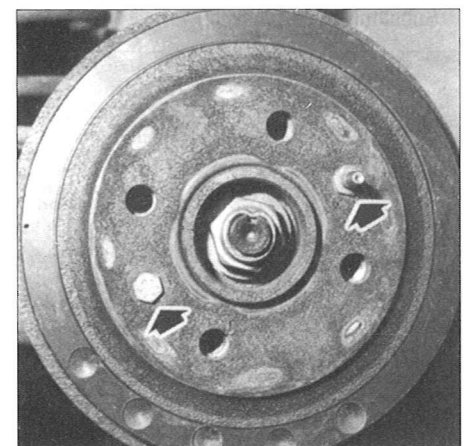

Fig. 85
- Desmontar os dois parafusos de fixação do tambor (Fig. 85).